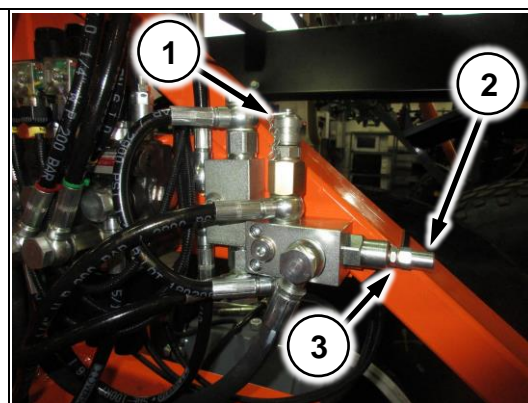

Рис. 223
1. Установите манометр в точку контроля давления (Рис. 223/1);
2. Отверните контргайку (Рис. 223/2);
6. Вращая регулировочный винт (Рис. 223/3) добейтесь давления 25 Bar по манометру при нажатой вниз клавише опускания подвеса;
7. По завершении регулировки законтрите контргайку (Рис. 223/2).